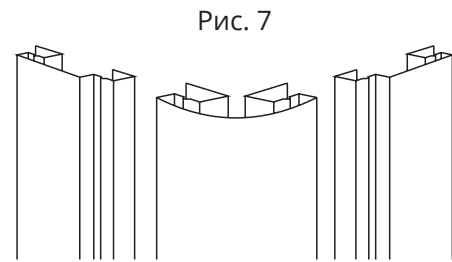

Рис. 7
Для обрамления наружных углов можно использовать прямой угол или радиусную планку с широкой наборной планкой (наличником) из декоративной системы ЯФАСАД (рис. 7).
- Вставьте наборные планки в радиусные планки, закрепите их (рис. 7).